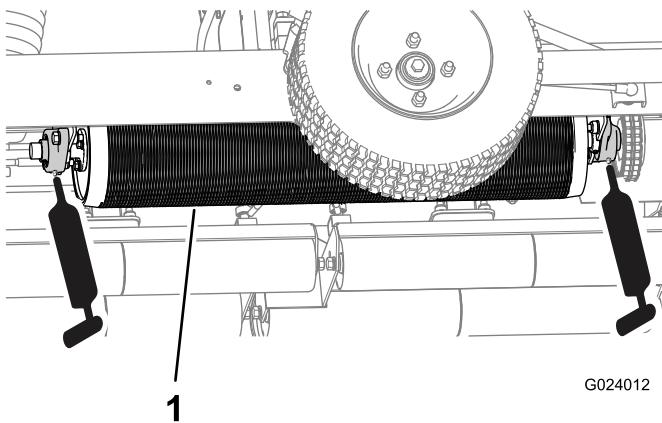
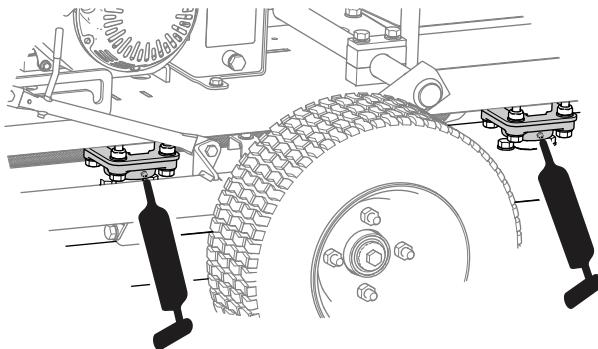

Figura 10
Figura 11
2. Bombee grasa en las zonas indicadas en Figura 10 y Figura 11.